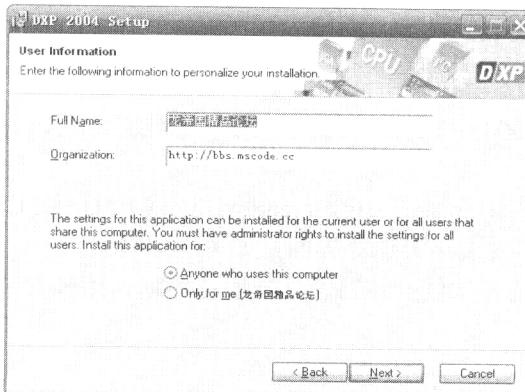
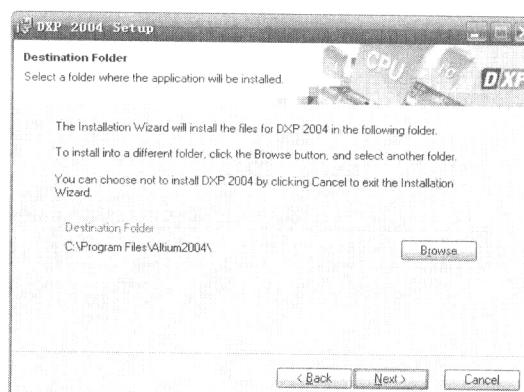

图 1-3 用户信息窗口
图 1-4 指定安装位置
(3) 选中 “I accept the license agreement” 单选按钮，单击 **NEXT** 按钮，系统将会弹出用户信息窗口，如图 1-3 所示。
(4) 在用户信息窗口中，填写用户名 “Full Name” 和组织名称 “Organization”，并选择用户类型，默认用户为本地所有用户 “Anyone who uses this computer”。如果不想要其他用户使用，可以选择单一用户 “Only for me”，这里选用默认用户。
(5) 单击 **Next** 按钮，进入安装路径选择窗口，如图 1-4 所示。一般选用默认安装路径。